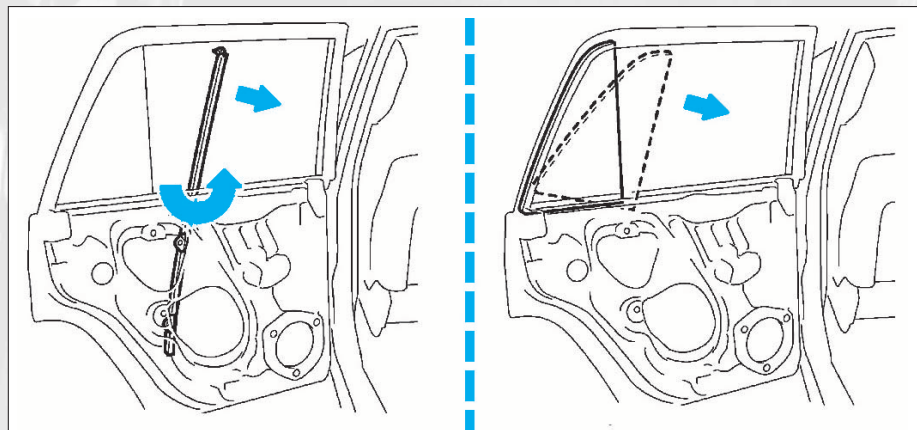

FIG. 57
- Extraire la coulisse de séparation (2) (Fig.57) et la vitre de custode comme illustré.